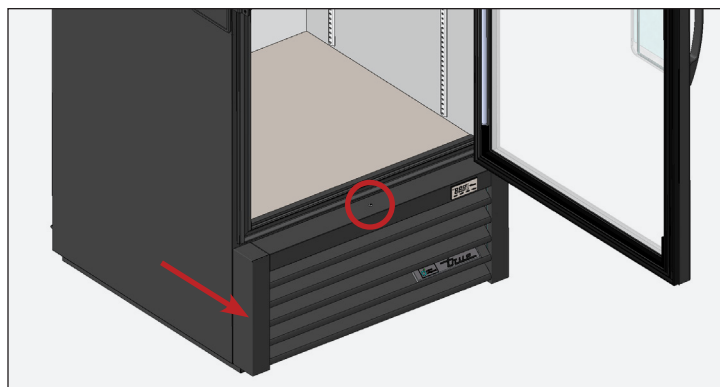

Fig. 1. Emplacement des vis de la grille de ventilation avant.
1. Retirez la grille de ventilation avant. Voir fig. 1.